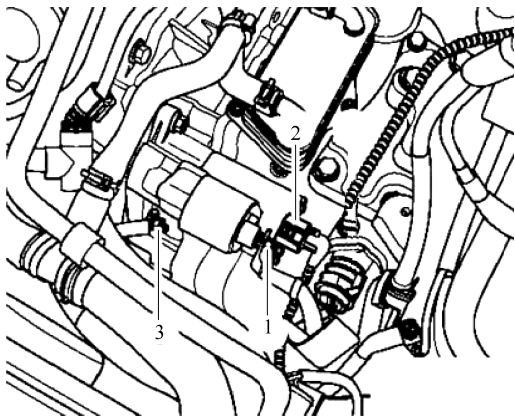

图 5-1-2 拆卸起动机
① 关闭点火开关和所有用电器, 拔出点火钥匙。
② 断开蓄电池搭铁线。
③ 拆卸整个空气滤清器壳体。
④ 脱开防护罩。
⑤ 拔下插头，旋出固定螺母，取下正极导线；旋出固定螺母，然后取下搭铁线，如图 5-1-2 所示。